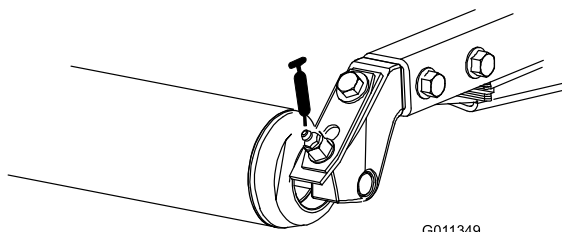

Figura 49
- Cuscinetti a rulli posteriori (2 per apparato di taglio) (Figura 49)